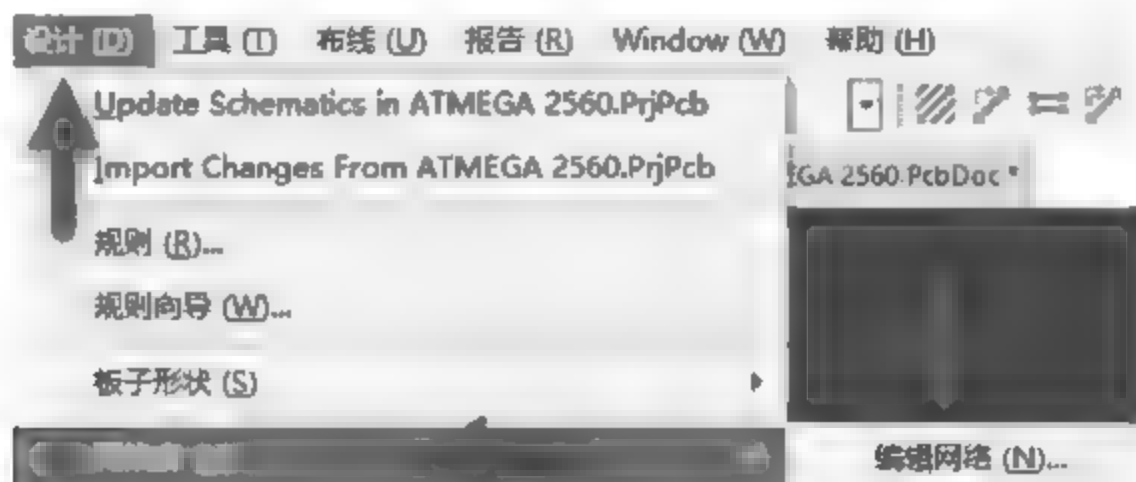

图 8-16 执行“设计”→“网络表”→“编辑网络”命令
(2) 若是修改原理图之后出现报错, 可将原来的 PCB 文件删除, 新建 PCB, 再重新导入。
(3) 将 PCB 中的网络全部删除, 重新导入。具体方法如下:
① 执行菜单栏中“设计”→“网络表”→“编辑网络”命令, 如图 8-16 所示。